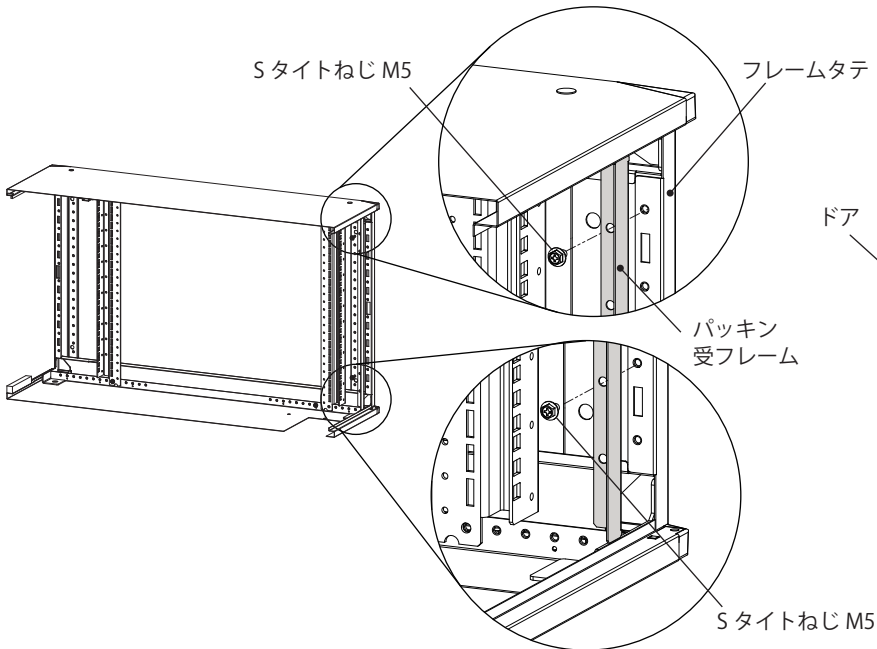

図4
2. 右側のフレームタテにあるパッキン受フレームのSタイツねじ M5 (2か所) を取り外してください。(図4)